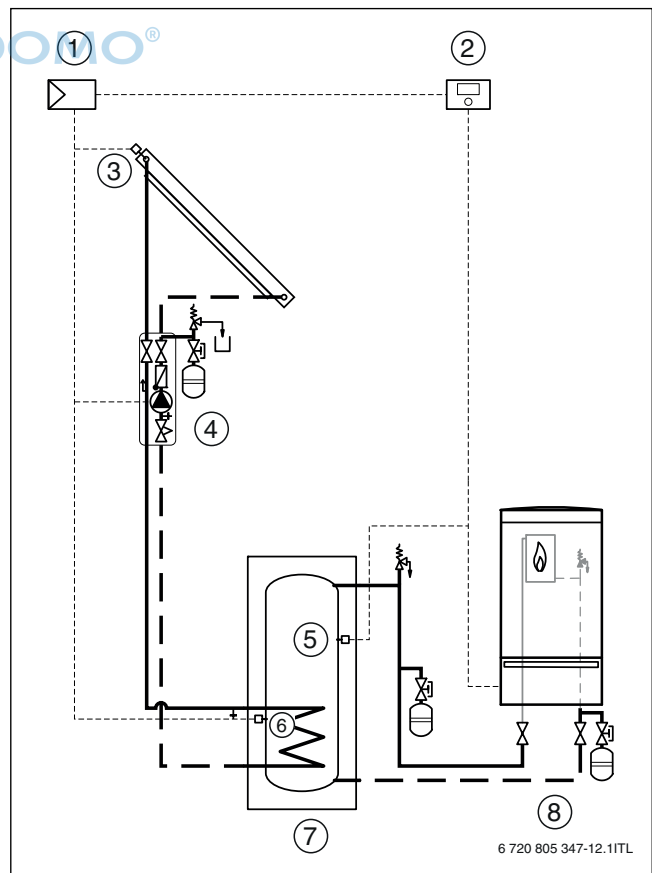

Fig. 14
- Temperaturfühler montieren (→ Fig. 14, Seite 10).